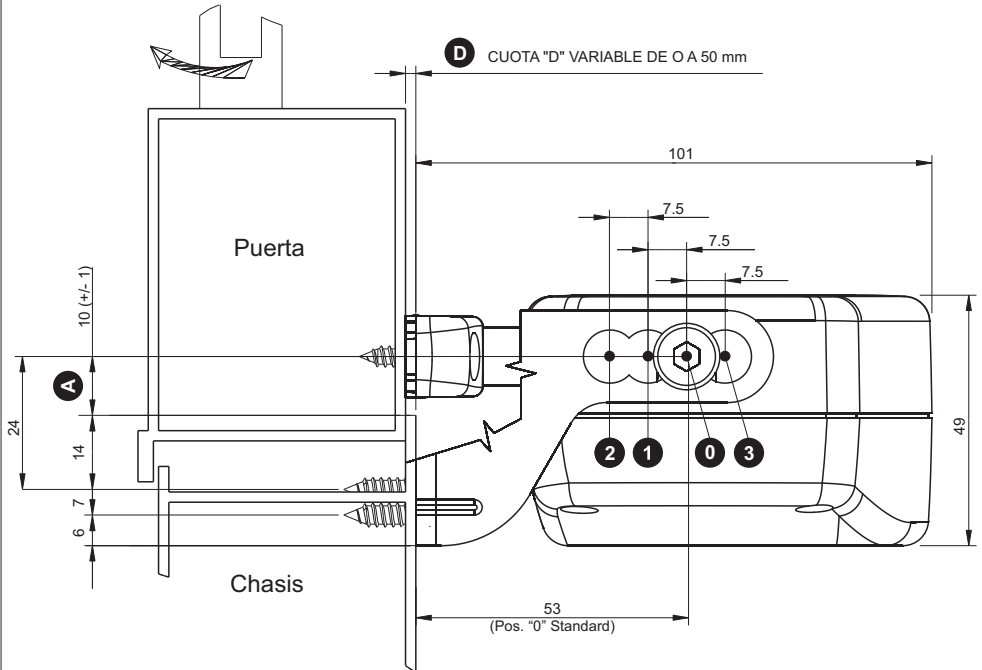

Fig. 6b Dimensiones en mm
- 8) **Fig. 28-** Sujetar con los dos tornillos en dotación (**Ref. 1**) el accionador a la brida de enchufe al cerco en la posición más adecuada al valor del sormonte "D" (**v. Fig. 6b**);